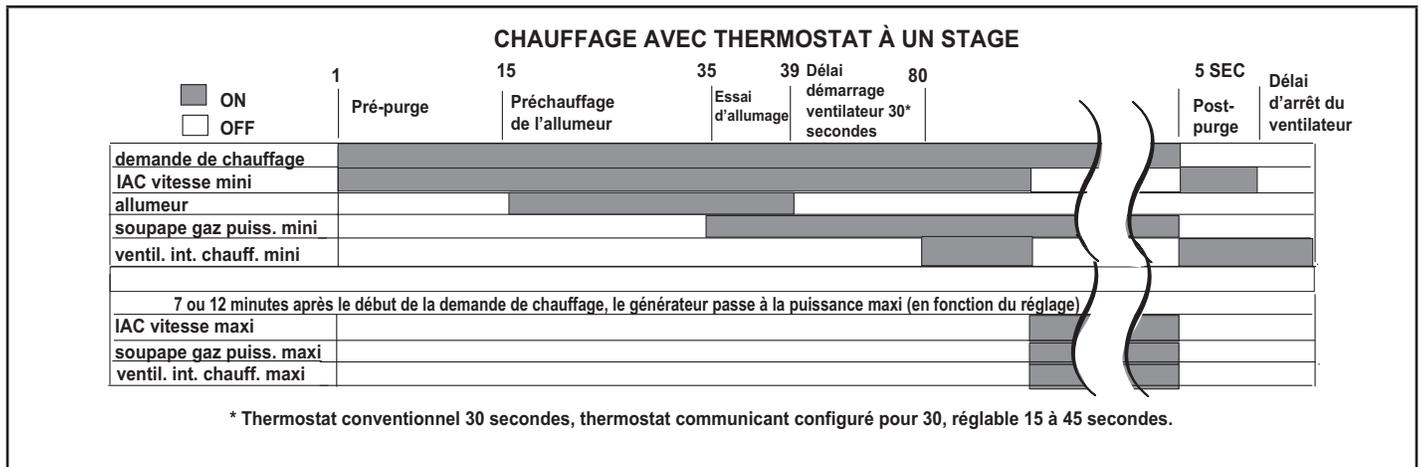

FIGURE 67
**Applications utilisant un thermostat à un stage. Reportez-vous à la FIGURE 67 pour la séquence d'allumage**